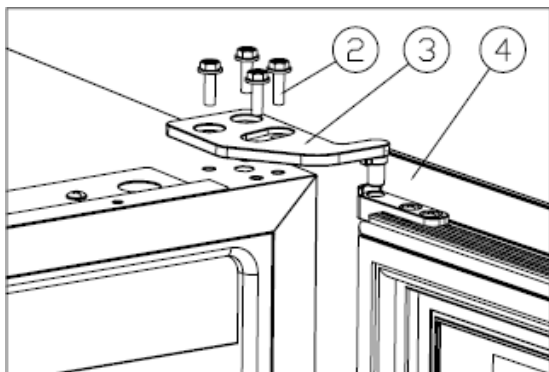

Рисунок 1
Открутите винты M5*16 (2), демонтируйте правую верхнюю петлю (3) и снимите дверцу. [Рисунок 1].